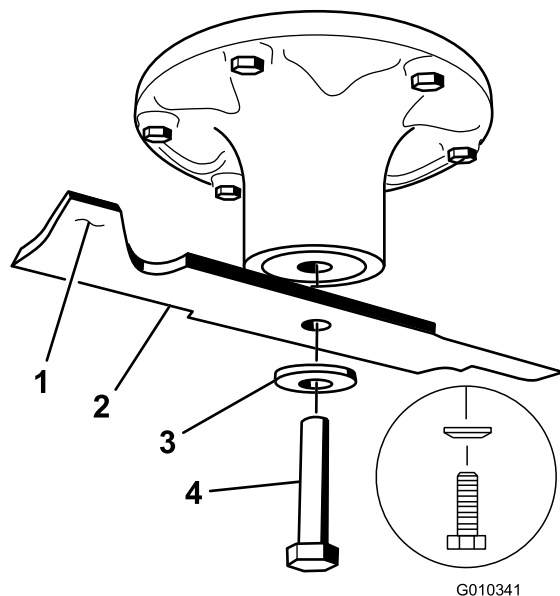

Figura 65
2. Togliete il bullone, la rondella curva e la lama dall'asse del fusello (Figura 65).
- Montate la lama sull'asse del fusello (Figura 65).
- Montate la rondella curva (lato concavo verso la lama) e il bullone della lama (Figura 65).